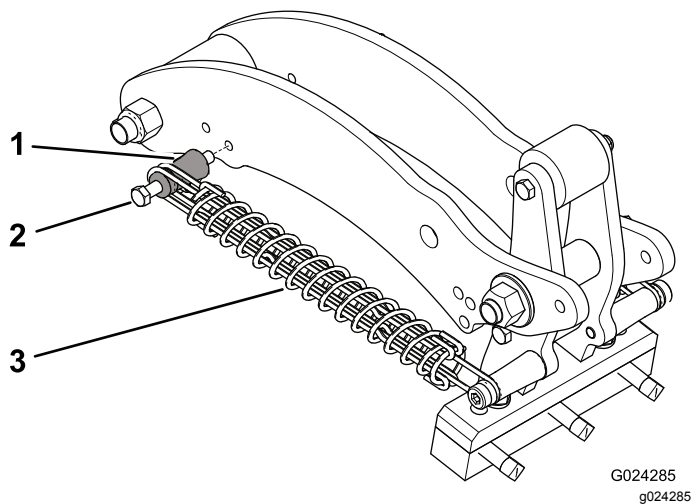

图43
4. 卸下将弹簧安装杆螺栓固定至连杆臂的螺母图42 或图43。
5. 从连杆臂上卸下安装杆螺栓和安装杆重新将它们插入另一个调节孔图42 或图43。